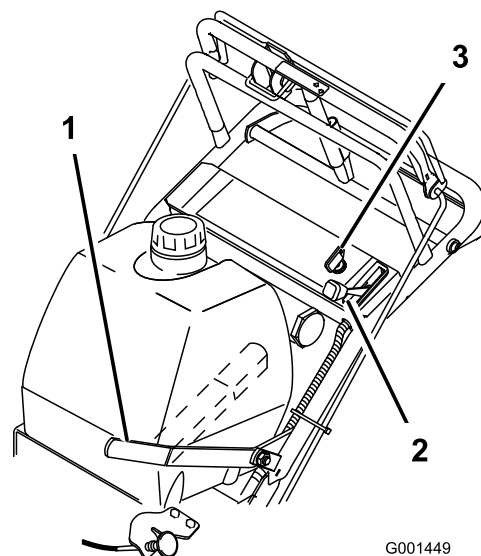

Figura 8
5. Gire la llave de contacto a la posición de **marcha** (Figura 8).
8. Tire del mando del estárter a la posición de **activado** si el motor está frío (Figura 8).
1. Mueva la palanca del acelerador a la posición **Lento** (Figura 8).
3. Gire la llave de contacto a **Desconectado** (Figura 8).